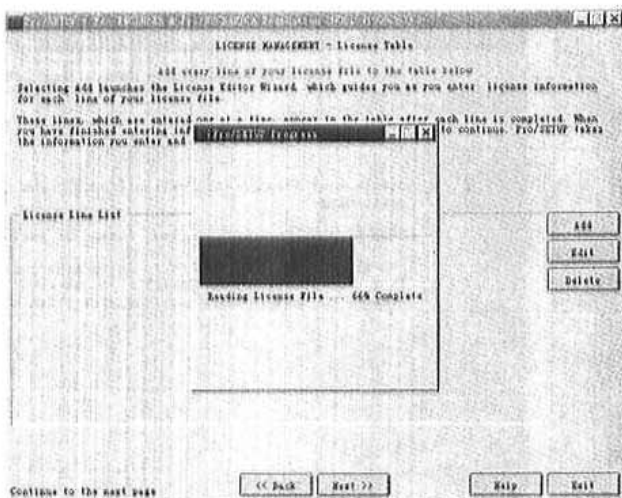
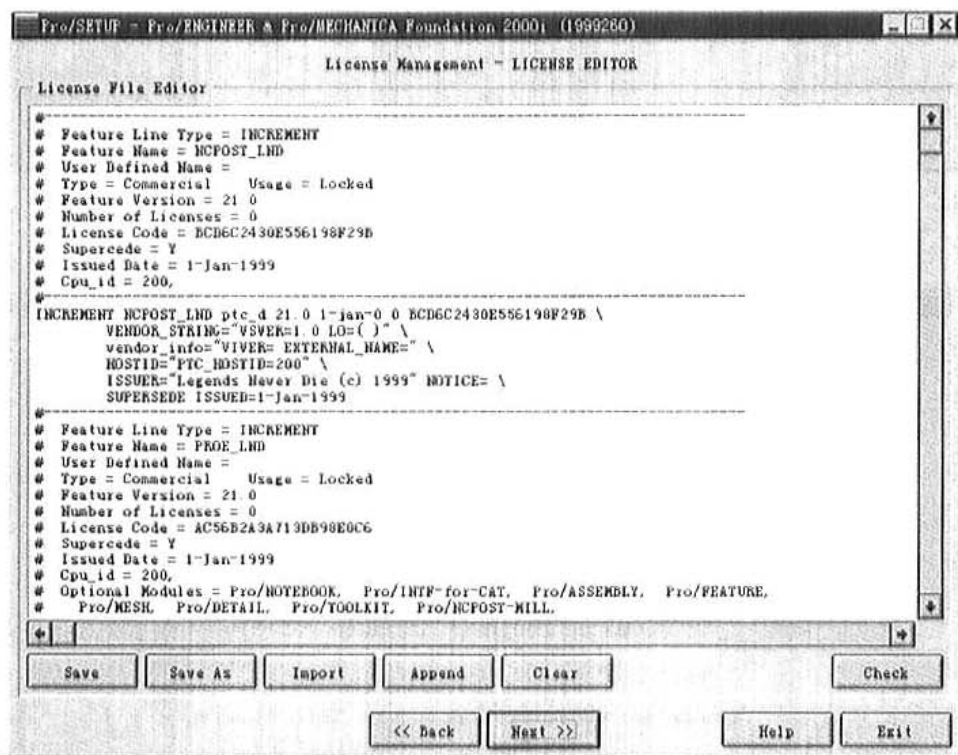

图 1-11 显示安装进度
图 1-12 许可信息内容
(7) 再次单击 Next 按钮, 将显示如图 1-11 所示的进度提示框。当安装完成后, 将进入如图 1-12 所示的对话框中。它包含了许可文件的所有信息, 如果不满意, 可以直接在其中进行修改。